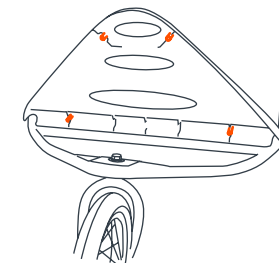

Fig. 5a
- 5) • Examine la parte inferior del guardabarros delantero. Notará cuatro tubos plásticos de 1/4 pulgada de diámetro que sobresalen de la parte inferior (Fig. 5a).